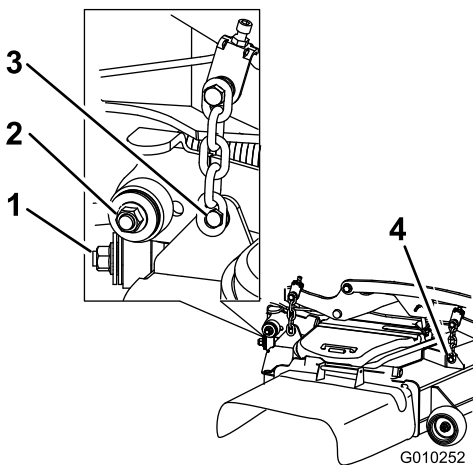

Figura 103
7. Retire y guarde los herrajes de ambos lados de la carcasa, según se muestra en Figura 103.